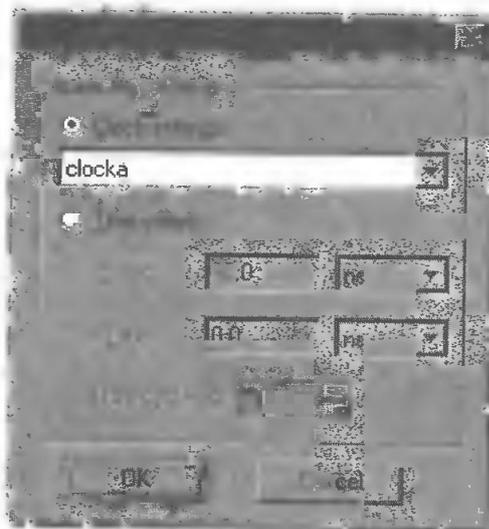

Рис. 3.67
4. Под надписью **Base waveform on** (основывать временную диаграмму на...) выберите **Clock Settings** (установки тактового сигнала) и выберите из списка clocka (рис. 3.67).
4. Под надписью **Base waveform on** (основывать временную диаграмму на...) выберите **Clock Settings** (установки тактового сигнала) и выберите из списка clockb (рис. 3.67).